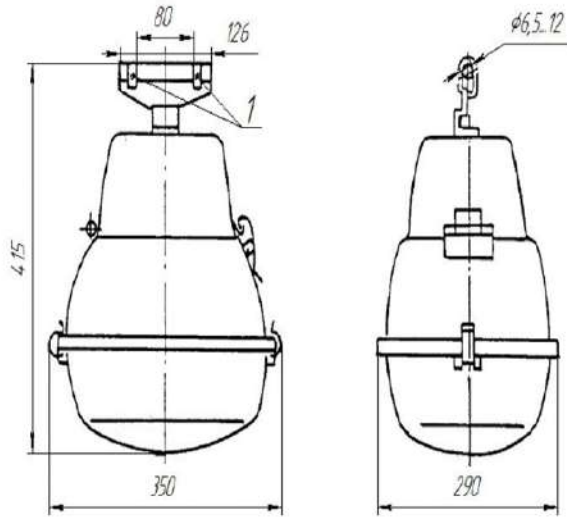

Рисунок 1 – модификация 001 – крепление на трос
5.2 Светильники модификации 001 (рисунок 1): светильник подвешивается на тросе Ø6..11,5 мм и закрепляется двумя болтами (1). Светильник ориентируется под требуемым углом в горизонтальной плоскости и фиксируется в нужном положении.